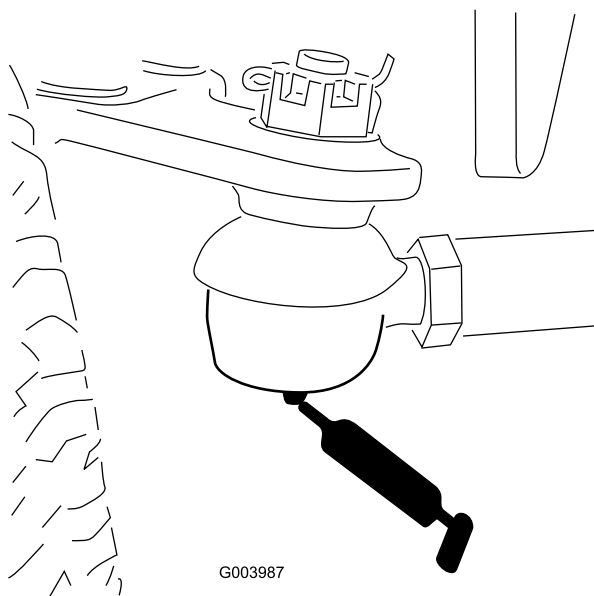

Figure 72
- Bielle de l'essieu arrière (2) (Figure 72).